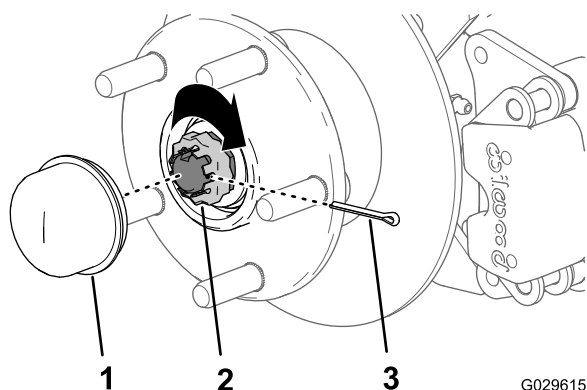

Figura 33
- Coloque el retén sobre la tuerca y compruebe la alineación de la ranura del retén y el taladro de la chaveta del eje (Figura 33).
- Instale la chaveta y doble las patas alrededor del retén (Figura 33).
- Instale el tapón guardapolvo sobre el cubo (Figura 33).